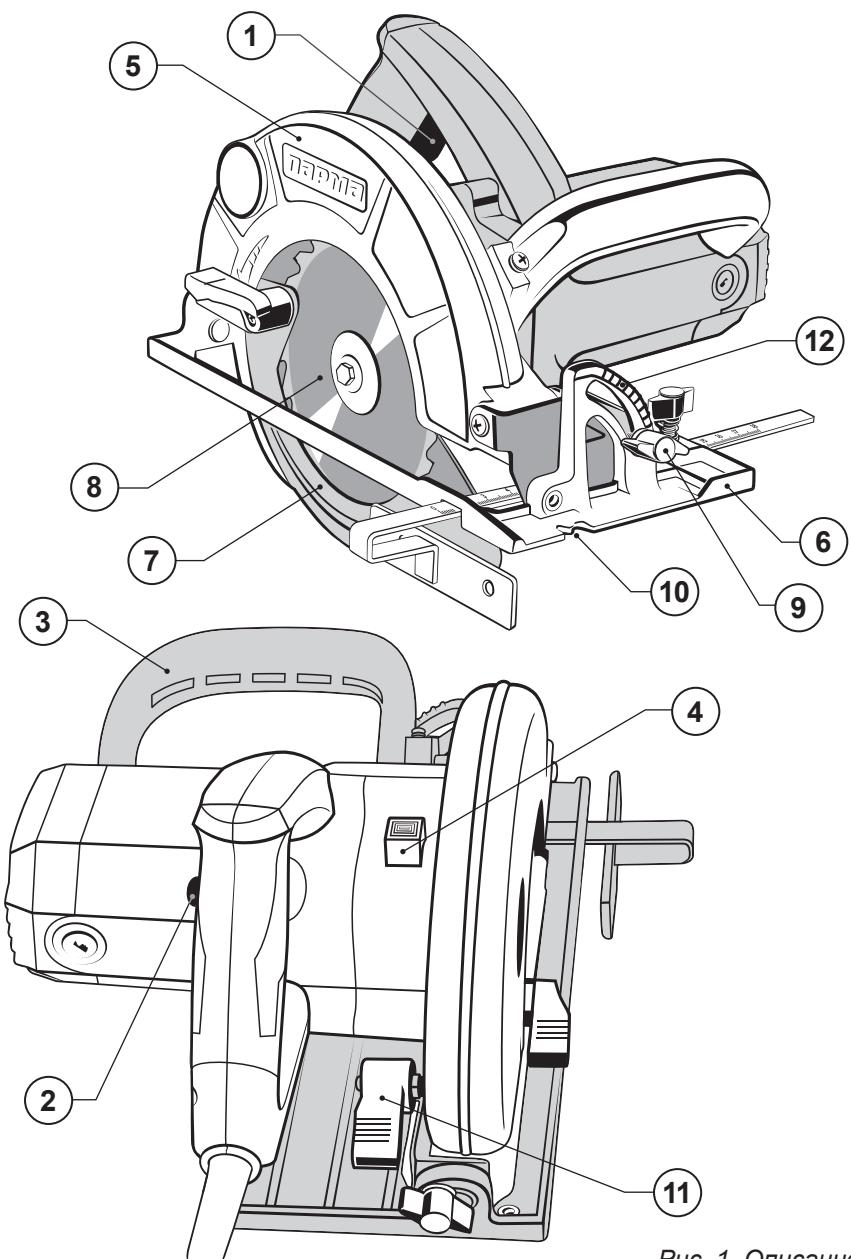

Рис. 1. Описание
3. УСТРОЙСТВО ЭЛЕКТРОПИЛЫ (рис. 1)
Для установки или замены пильного диска отведите и зафиксируйте кожух защитный 6 (рис. 2). Застопорите шпиндель фиксатором 8 (рис. 1), удерживая фиксатор, открутите ключом специальным болт крепления диска. Снимите прижимную шайбу. Установите или замените диск пильный на посадочное место фланца внутреннего. Убедитесь, что диск установлен правильно (направление передних плоскостей напаек пильного диска должно совпадать с направлением стрелок на кожухах верхнем и нижнем). Установите прижимную шайбу и закрепите болтом при помощи ключа специального.
Для установки необходимой глубины пропила ослабьте рычаг 11 (рис. 1), приподнимая или опуская электропилу относительно основания, установите необходимую глубину пропила. Надежно зафиксируйте это положение рычагом 11.